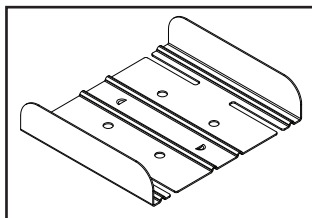

Fig. 5
1. Pour connecter les modèles ST2, utilisez le dispositif d'alignement illustré à la fig.5.